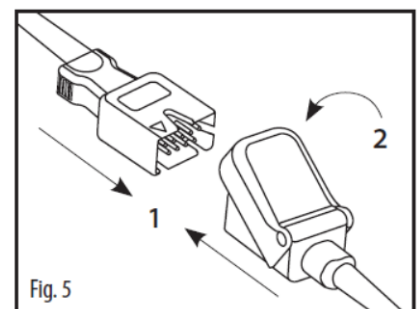

Abb. 32 Verbindung von LNC Patienten kabel und Sensor
Siehe Fig. 5 in Abb. 32: Richten Sie den Sensorstecker korrekt aus, und schieben Sie den Sensorstecker vollständig in den Patienten kabelanschluss (1). Schließen Sie die Schutzkappe vollständig (2).